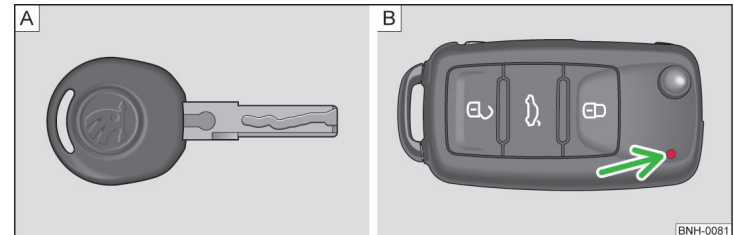
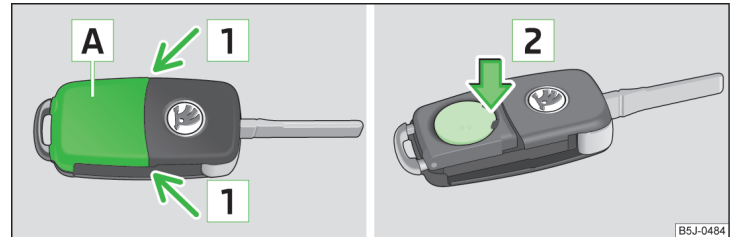

Abb. 25 Schlüssel: ohne Fernbedienung / mit Fernbedienung
Abb. 26 Funkschlüssel: Deckel abnehmen / Batterie herausnehmen
Mit dem Fahrzeug werden zwei Schlüssel ausgeliefert. Je nach Ausstattung kann Ihr Fahrzeug mit Schlüsseln ohne Funkfernbedienung » Abb. 25 - A oder mit Funkfernbedienung » Abb. 25 - B ausgestattet sein. ▶
Jeder Funkschlüssel enthält eine Batterie, die unter dem Deckel **A** untergebracht ist » Abb. 26. Wenn die Batterie entladen ist, blinkt nach dem Drücken einer Taste auf dem Funkschlüssel die rote Kontrollleuchte » Abb. 25 auf Seite 45 - **B**) nicht. Wir empfehlen Ihnen, die Schlüsselbatterie von einem Fachbetrieb wechseln zu lassen. Falls Sie jedoch die entladene Batterie selbst wechseln möchten, gehen Sie wie folgt vor.
- Die Batterieabdeckung mit dem Daumen oder mit einem flachen Schraubendreher im Bereich der Pfeile **1** abdrücken » Abb. 26.